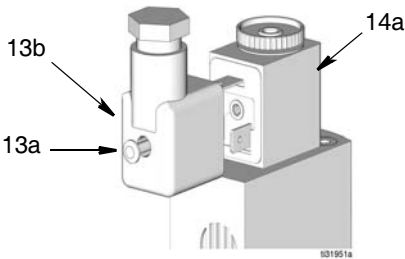

FIG. 31
4. Reconecte o conector DIN (13b) ao conector do solenoide (14a) (FIG. 31).
5. Aperte o parafuso (13a) na parte traseira do conector do solenoide mini-DIN (13b) (FIG. 31).